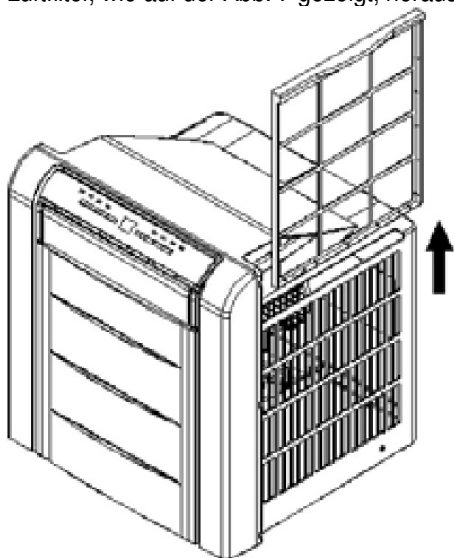

Abb. 7
- Die Luftfilter sollten regelmäßig durch das Ausspülen unter laufendem Wasser gereinigt werden. Ziehen Sie die Luftfilter, wie auf der Abb. 7 gezeigt, heraus.